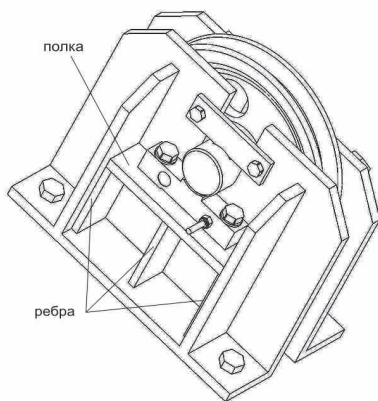

Рис. 5
5. Закрепить полку и ребра к кронштейну сварочным швом по периметру прилегания деталей (рис. 5).